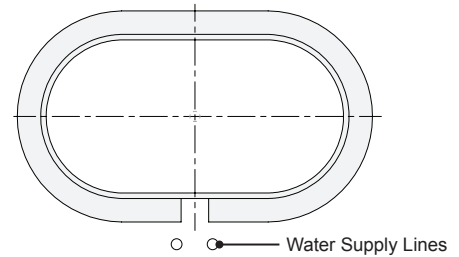

Figure 26. Placement piédestal
- Centre de l'ouverture sur la base du socle, avec l'ouverture de vidange (Figure 26).